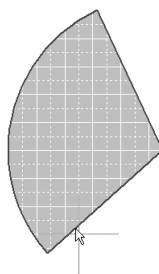

图 3-56 确定扇形开口终点位置
4) 开口起点确定后, 光标跳到扇形的开口终点处, 移动光标选择合适的终点位置, 单击鼠标左键确定终点位置, 如图 3-56 所示。